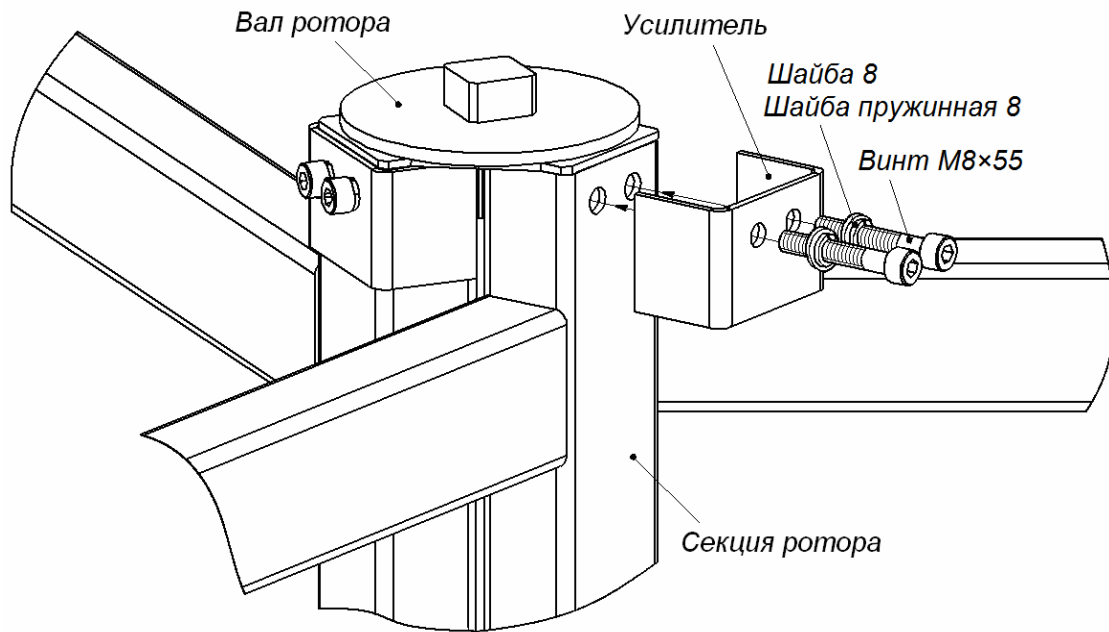

Рисунок 17. Схема усиления верхней части ротора
- Из ящика №5 распакуйте и затем последовательно закрепите на элементах крепления установленной секции ротора две оставшиеся секции. Для верхних точек крепления секций используйте усилительные элементы и по 2 болта M8×55 с шайбами 8 и пружинными шайбами 8, для остальных точек крепления секций – по 10 болтов M8×12 с пружинными шайбами 8 (см. рис. 17°и°18). Для удобства при монтаже используйте ключ SW6 с магнитным наконечником.